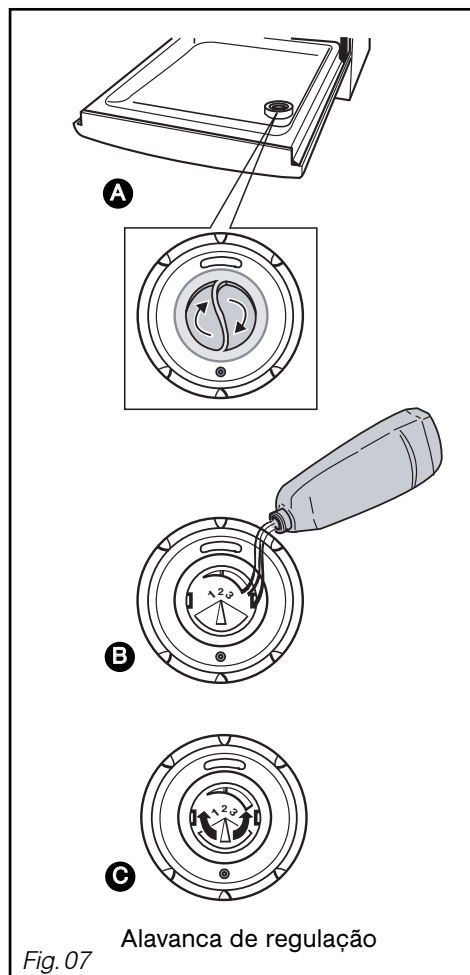

Fig. 07
• **O produto de enxaguamento (fig. 07)**
Ajustar quando necessário, o ajuste de origem é 2. Após alguns ciclos no caso de secagem errada ou de marcas, aumentar o ajuste rodando a alavanca (fig 07 **C**) : —: referência 3 para aumentar